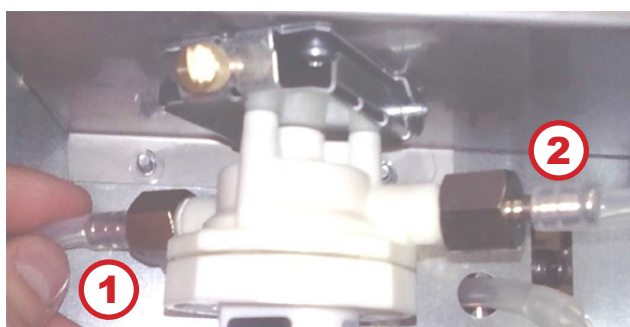

Рисунок 7
4. Произведите разборку, очистку и сборку капучинатора (см.рис.7):
- одновременно поверните и вытяните часть (1)
- затем одновременно поверните и вытяните часть (2)
3. Отключите трубки (1 и 2) от расходомера (см.рис.7).